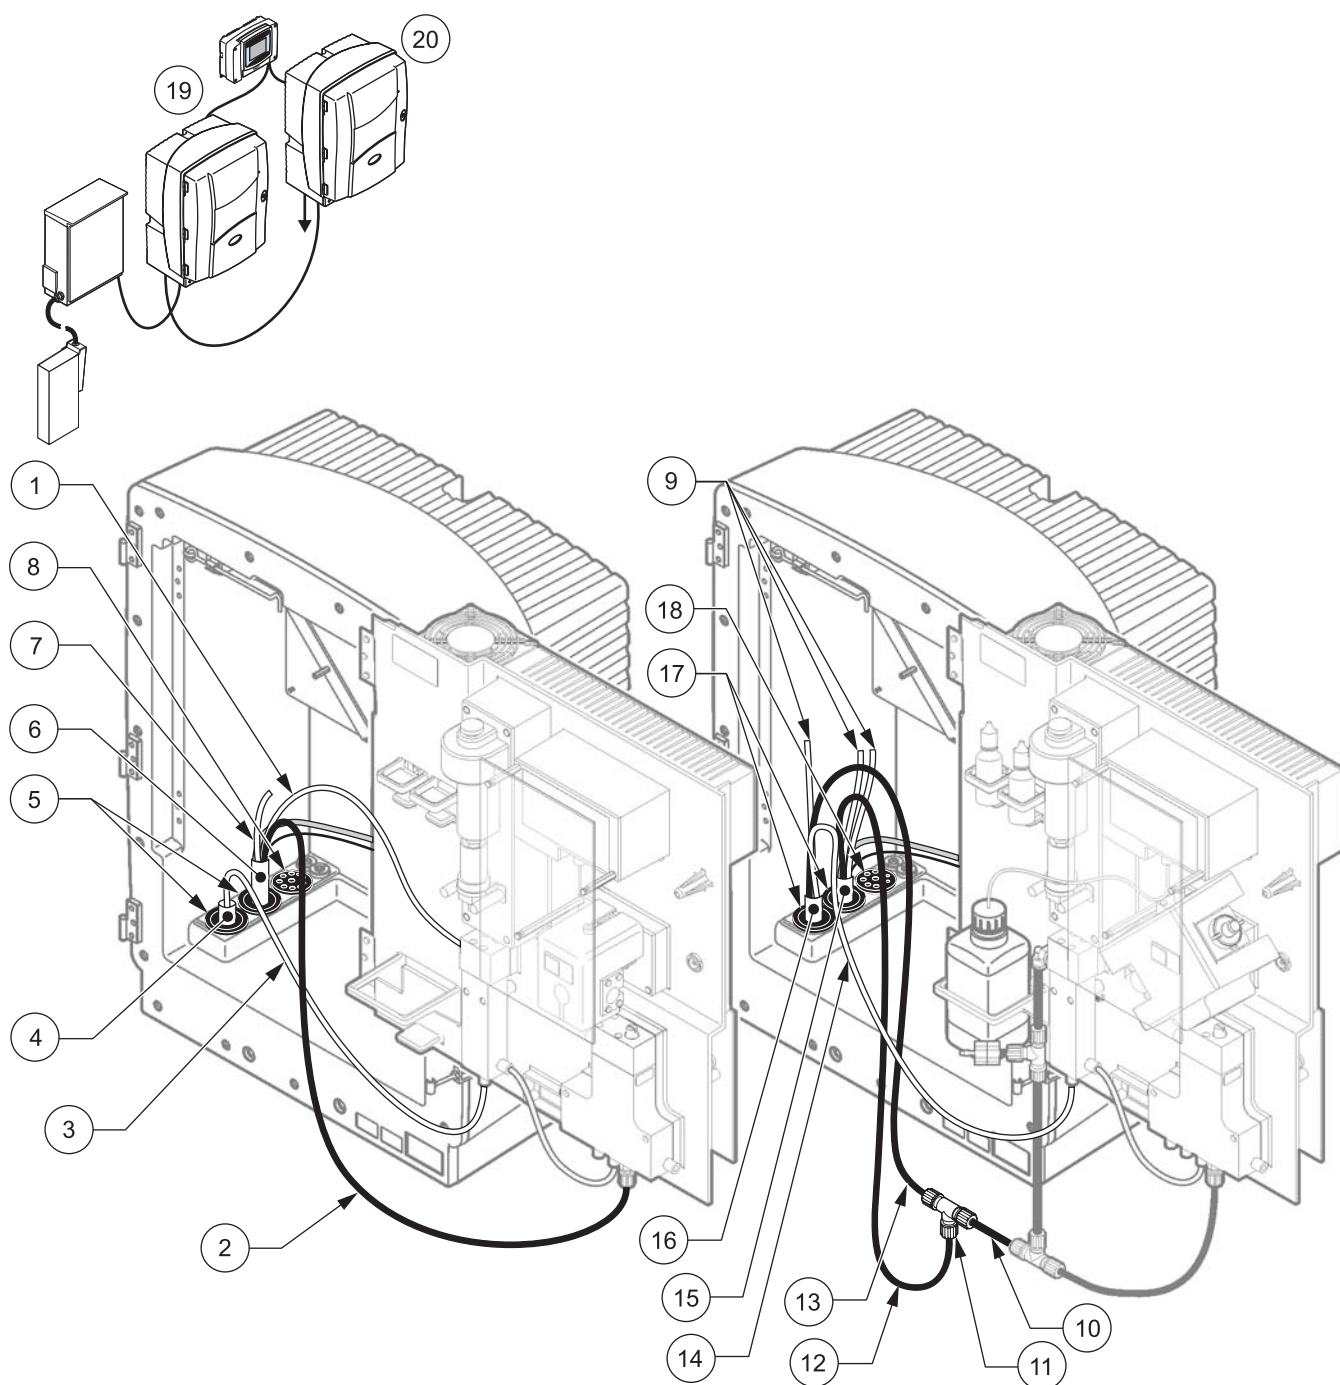

图 25 选项 4 设置
请参考图 25 以及选项 4 的以下说明：
- a. 通过分析器开口从 FILTRAX 引出加热的软管（图 25，项目 4）。使用 1 号密封塞加固。